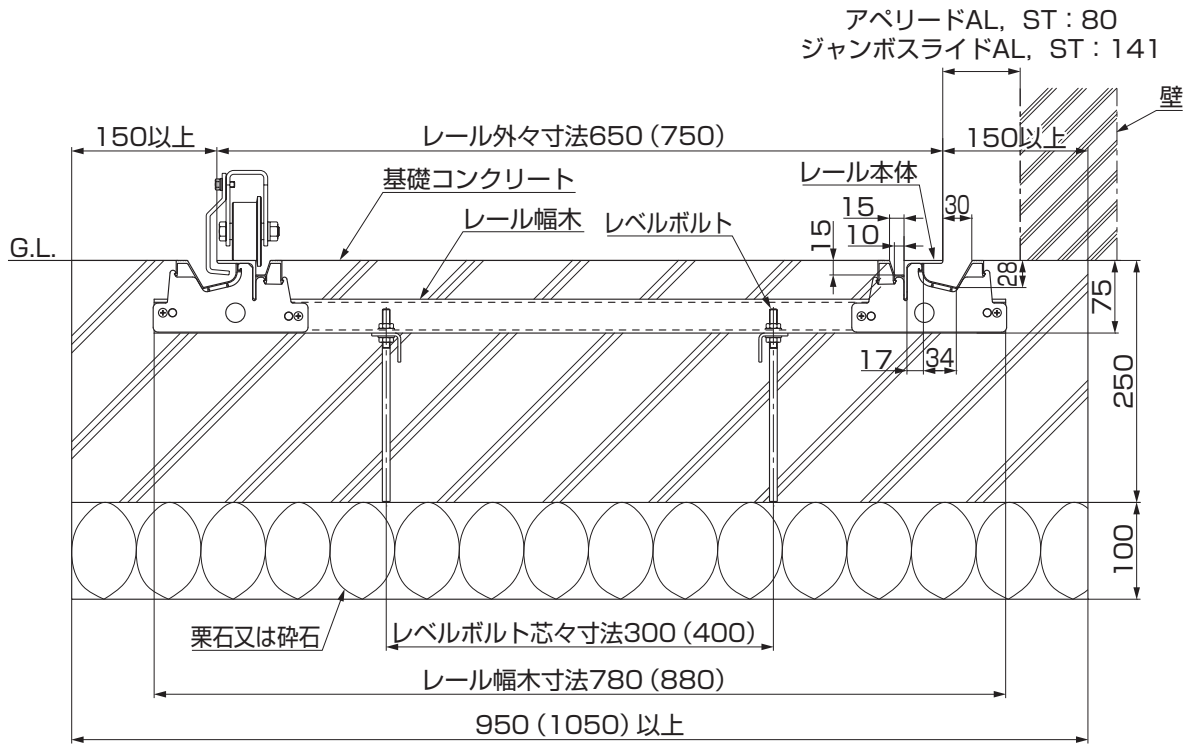

図1-1
- レベルボルトM8×200は基準寸法から−6mm～+15mmの範囲で調整できます。(「1.レールの納まり(断面)」の図1-1参照)